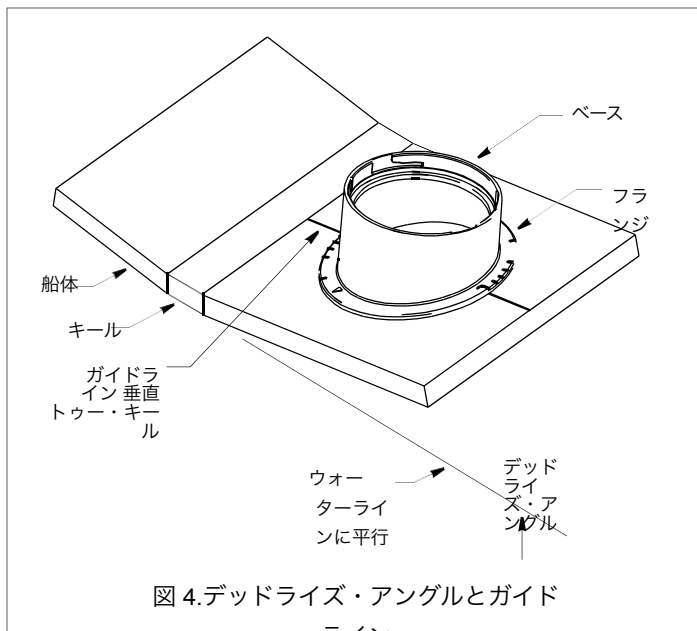

図4.デッドライズ・アングルとガイドライン
1. アングル・ファインダーを使って、選択した場所の船体のデッドライズ角を測定します (図4)。設置するトランスデューサは垂直から5°以内でなければならぬので、慎重に測定してください。